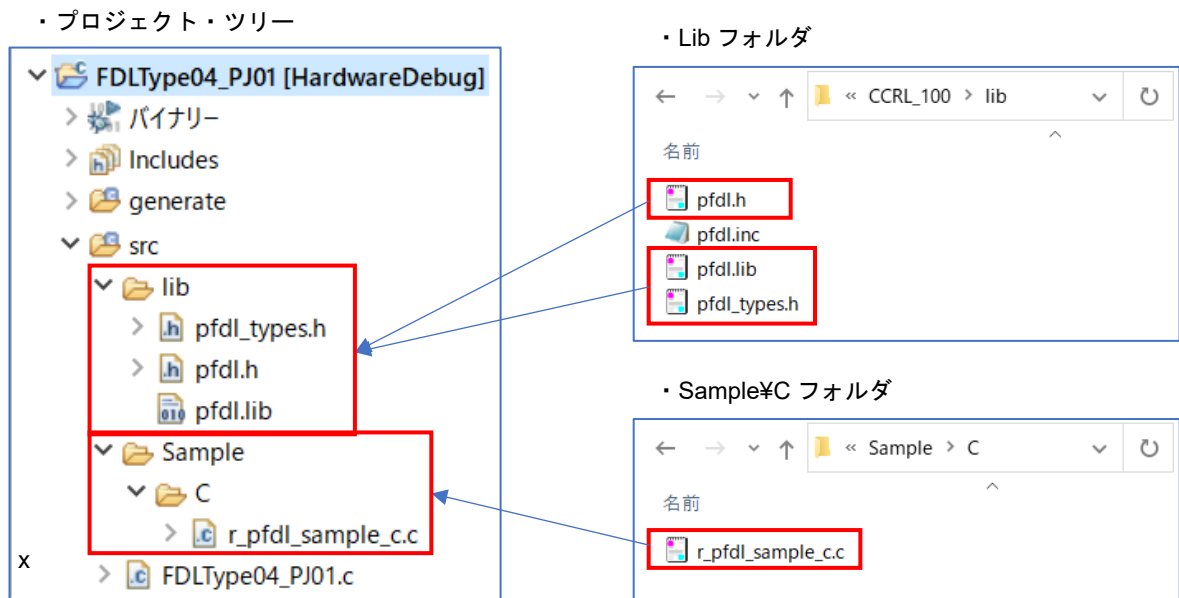

図 6-14 ソース、インクルードファイルの登録(CC-RL)
(1) ソース、インクルードファイルの設定
- CC-RL では、e² studio が出力する"src"フォルダにデータ・フラッシュ・ライブラリのファイル"pfdl.h", "pfdl_types.h", "pfdl.lib", "r_pfdl_sample_c.c"を登録します。(図 6-14)